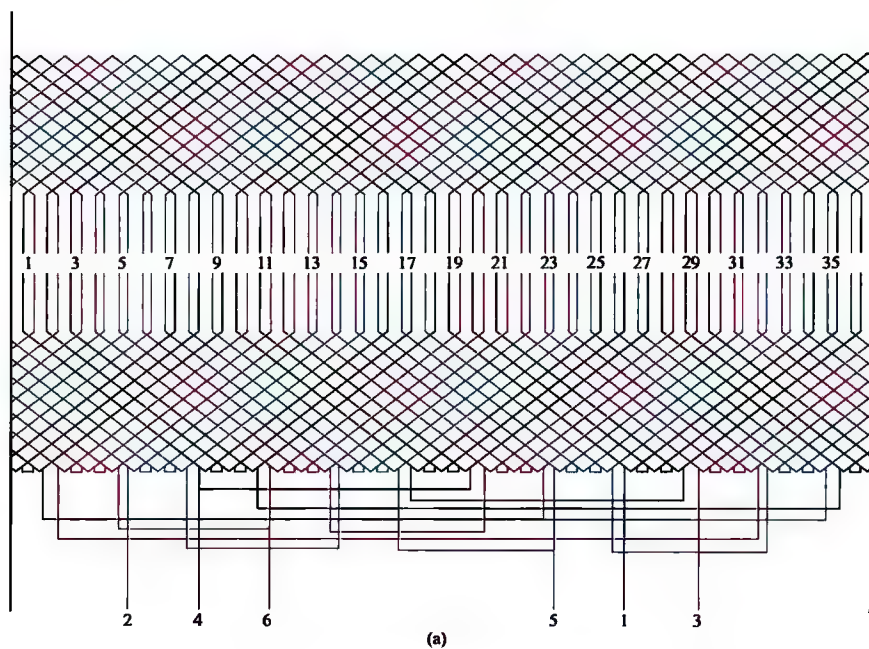

图 2-13 36 槽 8/2 极、Y/2Y 接法绕组 (一)
13. 36 槽 8/2 极、Y/2Y 接法绕组展开图、接线圆图与接线简图 (2) (见图 2-13)